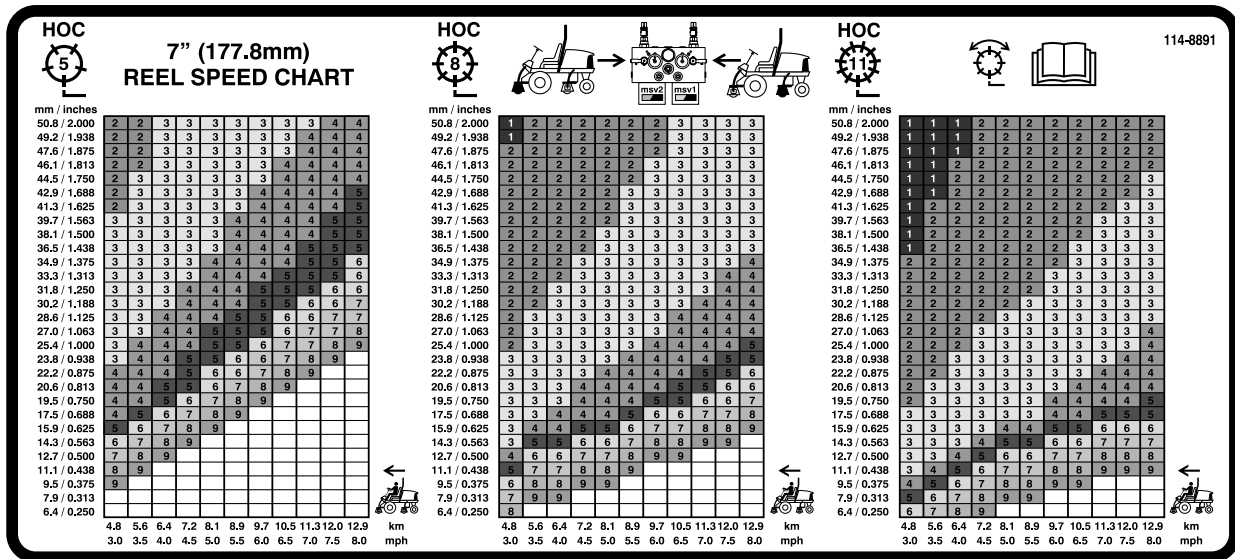
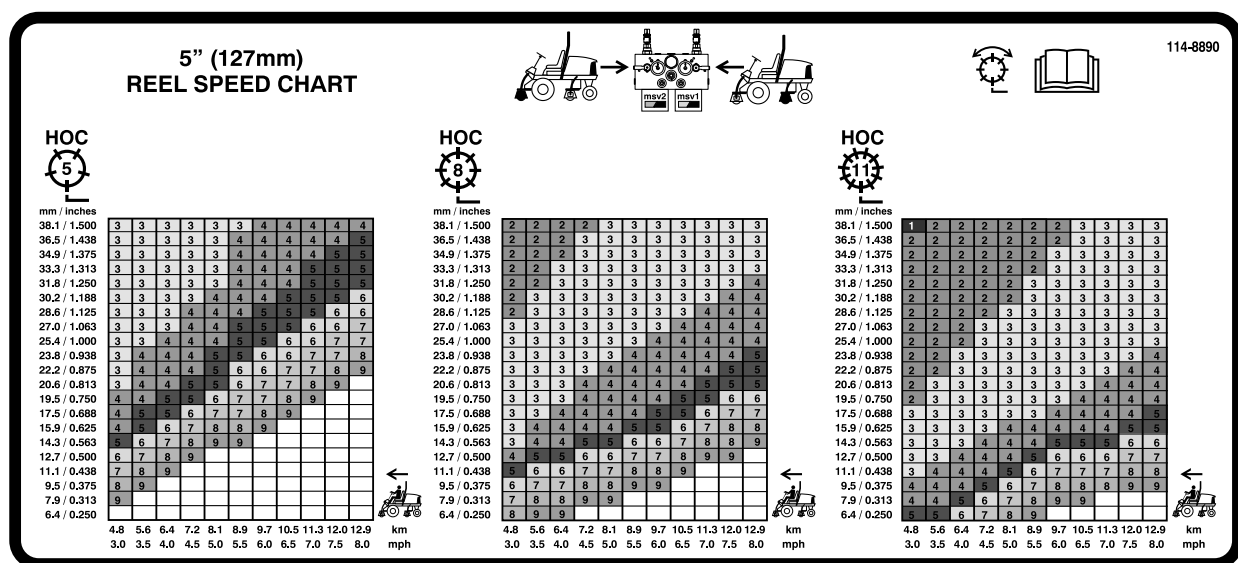

Figure 39
Figure 40
3. Utilisez le graphique approprié sur l'autocollant 110-0996 (Figure 39) pour le Reelmaster 5510 & 5610 avec plateaux de coupe à cylindre de 17,8 cm [7 pouces], ou l'autocollant 110-8923 (Figure 40) pour le Reelmaster 5210 & 5410 avec plateaux à cylindre de 12,7 cm [5 pouces], afin de déterminer le réglage de vitesse correct des cylindres.